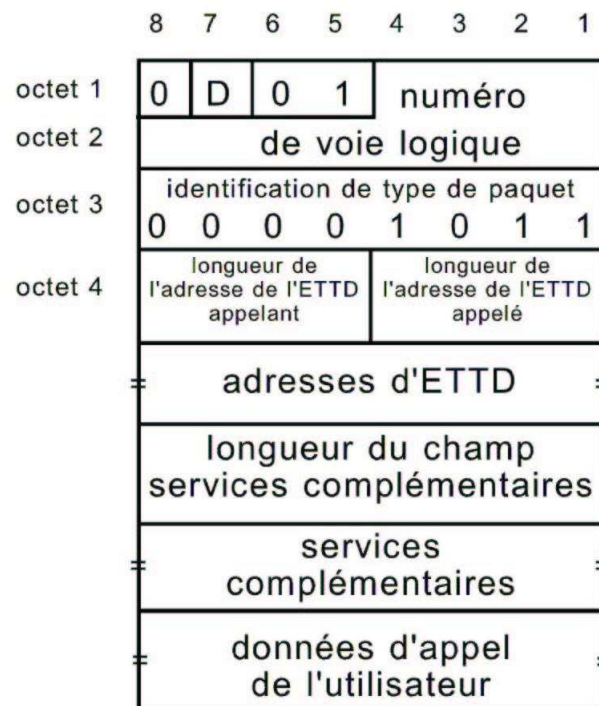

FIGURE 2.3 – Trame X.25 « CALL REQUEST »
Puisque que l'X.25 est un protocole connecté qui fonctionne par commutation de paquets, il utilise un circuit virtuel représenté par une voie logique par connexion. En théorie, X.25 supporte 4096 (2^{16} voir figure 2.3) voies logiques mais dans la pratique, 256 voies logiques sont permises par ETTD. Un circuit virtuel, une fois établi, permet de considérer la connexion entre deux ETTD comme une liaison directe (abstraction du réseau de transport) de la même manière qu'une liaison téléphonique usuelle[20].
- Circuit Virtuel Commuté (CVC) demande quant à lui une phase de connexion. C'est lors de cette phase que seront négociées les options et que l'on attribuera un numéro de voie logique. Pour établir la communication, on utilise le type de paquet « CALL REQUEST », voir figure 2.3, dans lequel figureront les adresses destinataire et expéditeur. Ces adresses sont au format défini par la norme X121[20][10].